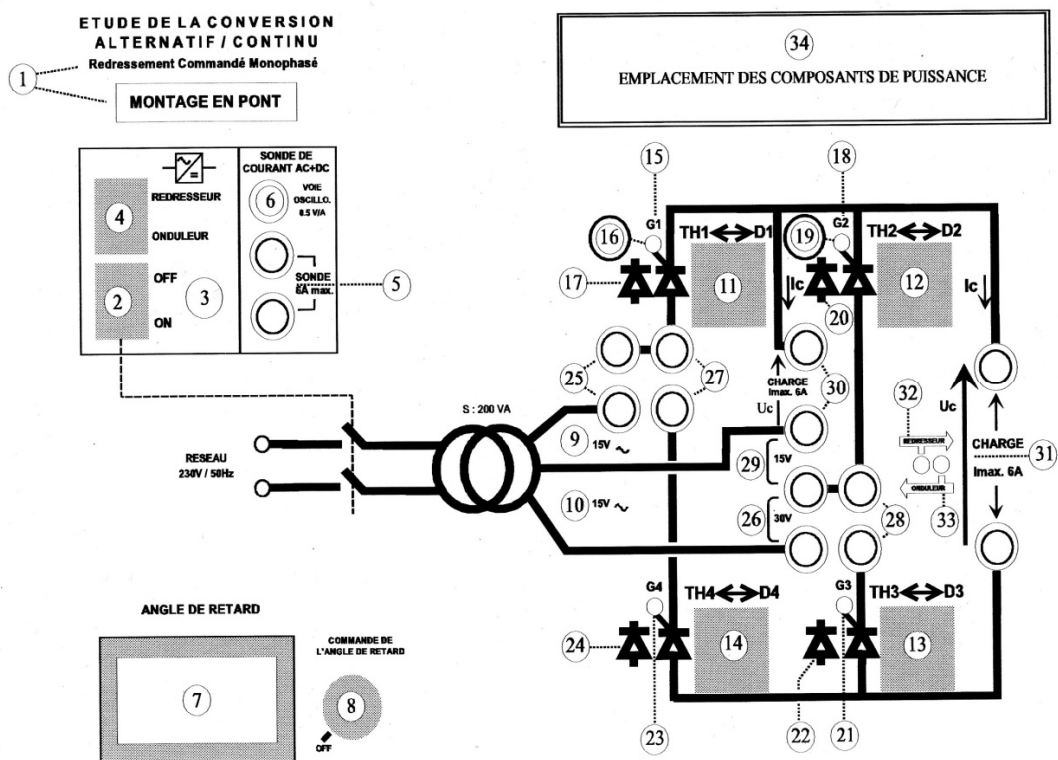

Figure 3 : Schéma de la face avant de la maquette
- une maquette de redresseur monophasé, dont le schéma est donné sur la Figure 3